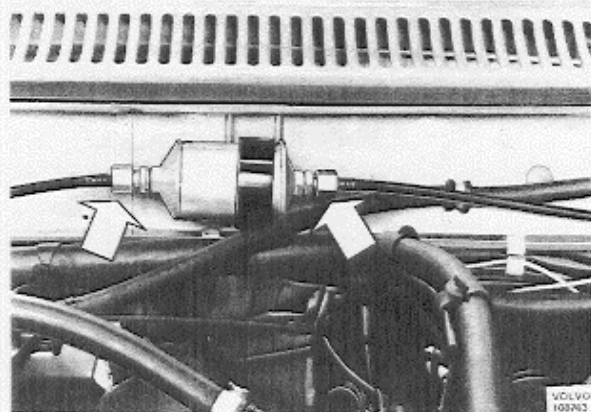

Abb. 2-53 Auswechseln des Kraftstoff-Leitungsfilters
3. Die Verschlussbügel (Abb. 2-53) aufdrücken und das Oberteil des Luftfilters zusammen mit dem Gemischregler abheben.